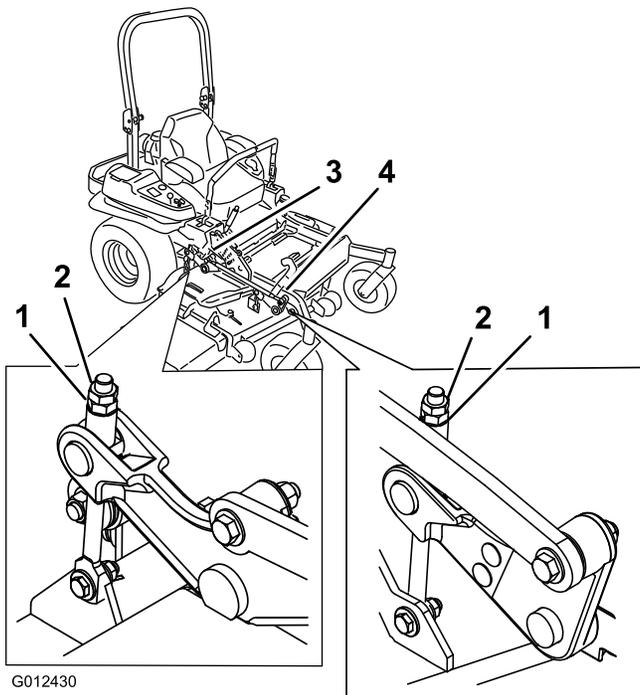

Bild 94
10. Drehen Sie die Einstellmutter am Frontmähwerkhub, um eine genaue Einstellung zu erreichen (Bild 94).
16. Drehen Sie die Einstellmutter am Frontmähwerkhub, um eine genaue Einstellung zu erreichen (Bild 94).